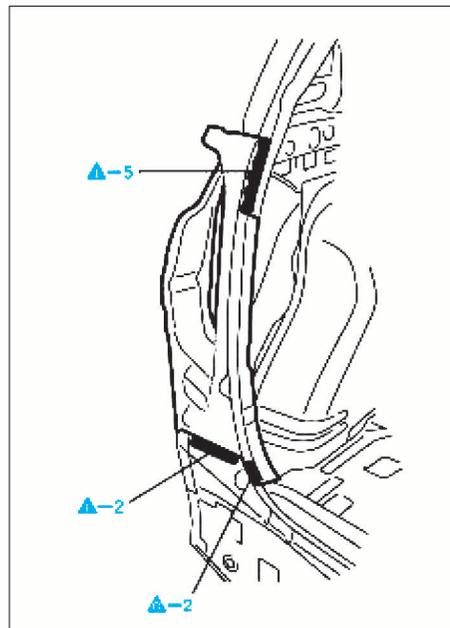

FIG. 29
- Dépointer aux endroits indiqués (Fig.29).